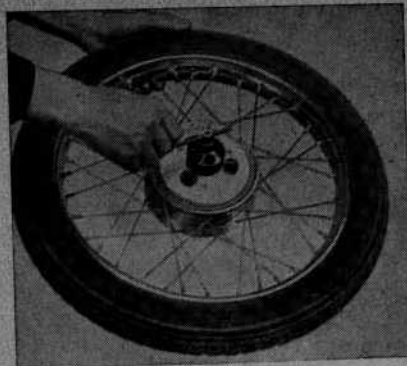

Рис. 9
Замена подшипников у обоих колес выполняется одинаковым образом. Сначала нужно вывернуть три потайных болта (7) крепления металлического кожуха (3) к втулке колеса (2) и после того кожух снять. С обеих сторон втулки колеса вынуть уплотнение (10). С левой стороны вынуть при помощи клещей предохранительное кольцо (16). В отверстие подшипника (15) установить съемник Н 16 и подшипник снять (рис. 9). Одинаковым способом выполняется демонтаж правого подшипника (15). После демонтажа все снятые детали очистить от старого жира и вымыть их в керосине. При обнаружении износа подшипника — подшипник заменить. При установке подшипников поступать следующим способом: для облегчения монтажа следует подогреть втулку тормозного барабана примерно до 80 °С. С левой стороны всунуть подшипник и зафиксировать его предохранительным кольцом Сегера и после того всунуть уплотнение с фетром. Во втулку следует наполнить вазелин, установить распорку, правый подшипник с уплотнением и фетром. Фетровое уплотнение перед установкой смочить в моторном масле.